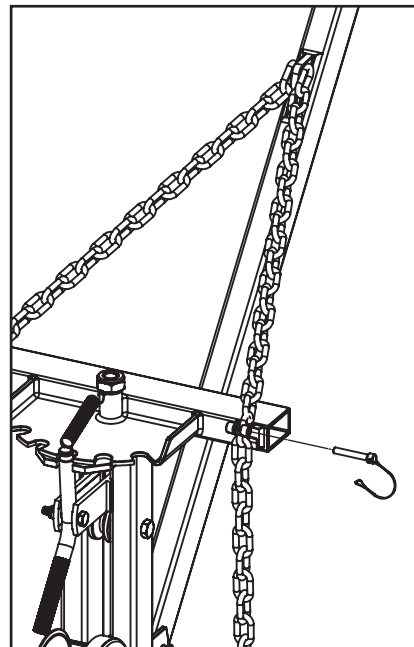

Fig. 24
Étape 21 : Réglez la hauteur de la flèche. Retirez les deux goupilles avec les fermoirs de la plaque d'indexation. Avec une autre personne tenant la flèche, comptez 10 maillons à partir du point où la chaîne est attachée à la flèche, puis faites glisser l'un des maillons de la chaîne entre les deux oreilles du bras de la plaque d'indexation, réinsérez la goupille et engagez le fermoir de sécurité (fig. 24). Répétez l'opération pour l'autre côté. Utilisez toujours un nombre égal de maillons dans chaque chaîne pour assurer une charge uniforme.